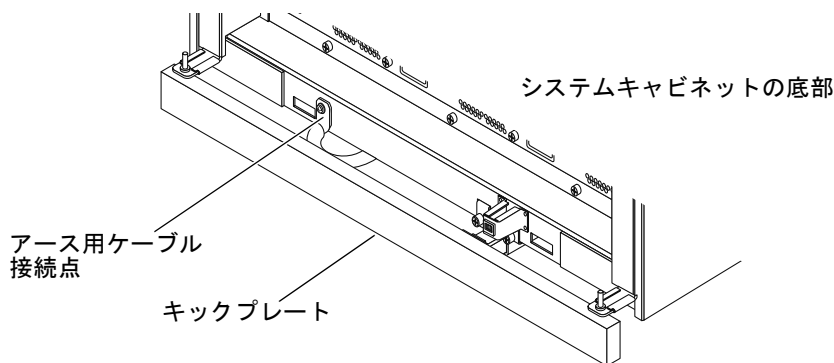

図 2-4 システムキャビネットのアース用ケーブルの接続点
3. 図 2-4 に示すように、フレームの底部にあるキックプレートの裏で、アース用ケーブルをシステムに接続します。